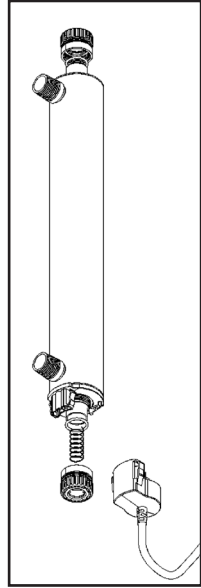

FIGURE 3A
- Enlever les écrous de retenue des deux extrémités de la chambre du réacteur, (Figure 3A), tout en vérifiant le ressort flottant qui se retrouve dans le manchon de quartz au bout opposé du connecteur. (Veiller à ne pas laisser tomber le manchon de quartz).